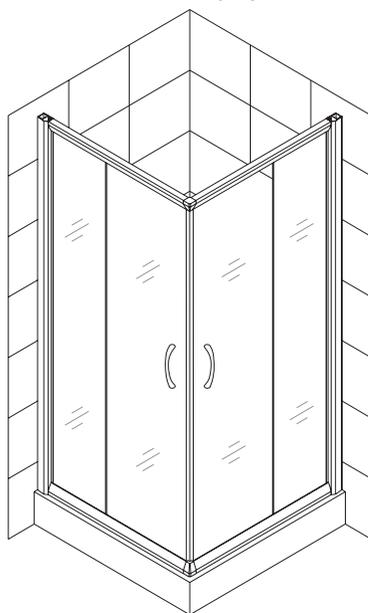

Рис. 20
15. Отрегулируйте движение роликов, так чтобы две магнитные ленты хорошо примагничивались друг к другу. См. рис. 20 для более подробной информации.